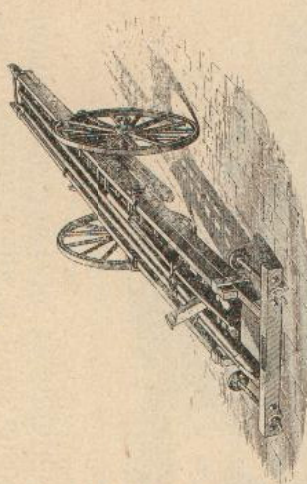

Fig. 101.
*Scala aerea semplice*, (fig. 101, vedi anche fig. 79 a pag. 151). — La scala aerea più semplice è lunga da 10-15 m. e consiste in due o tre pezzi che scorrono uno sull'altro congiunti in